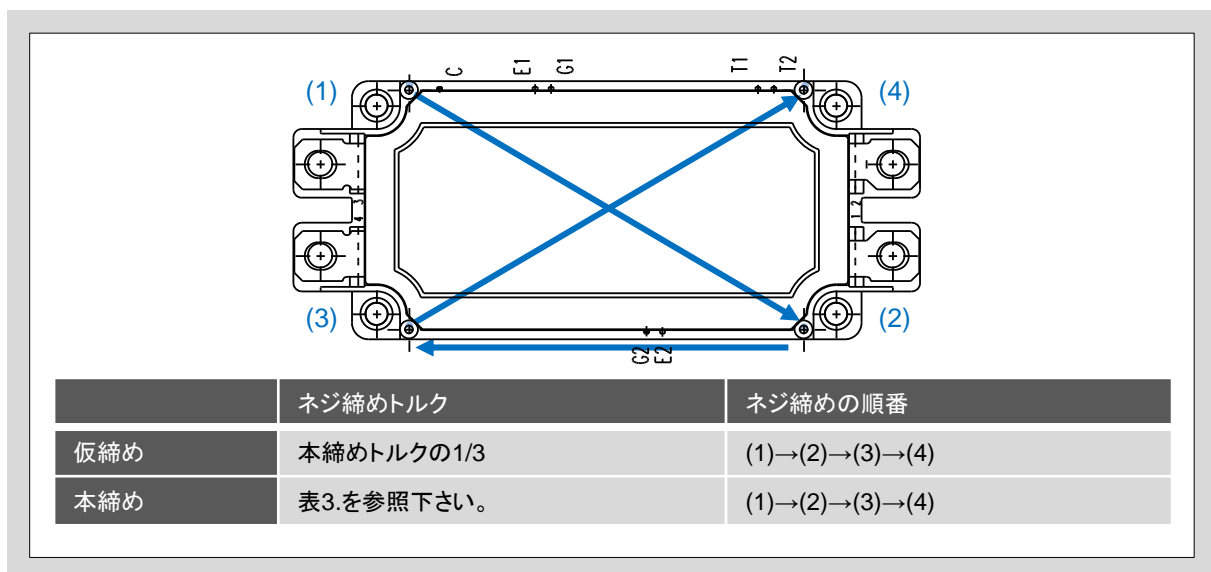

図5 ネジ締めトルク及びネジ締め順序
2. 均等の力で製品を固定するために、本締めトルクの1/3のトルクで仮締めを行います。図5に締め付け順序を示します。